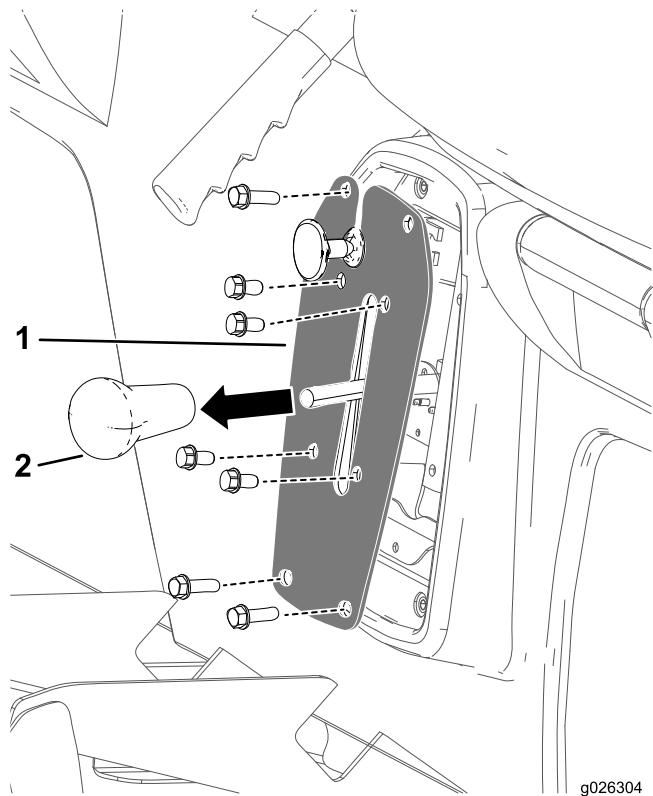

Figura 41
1. Retire el pomo de la palanca de cambios (Figura 41).
2. Retire los 4 pernos que sujetan la placa del selector de marchas al soporte de la placa (Figura 41).
3. Retire los 4 pernos que sujetan la placa del selector de marchas a la base de los asientos, y retire la placa del selector de marchas (Figura 41).
4. Enrosque el pomo en la palanca de cambios y apriételo a mano (Figura 41).